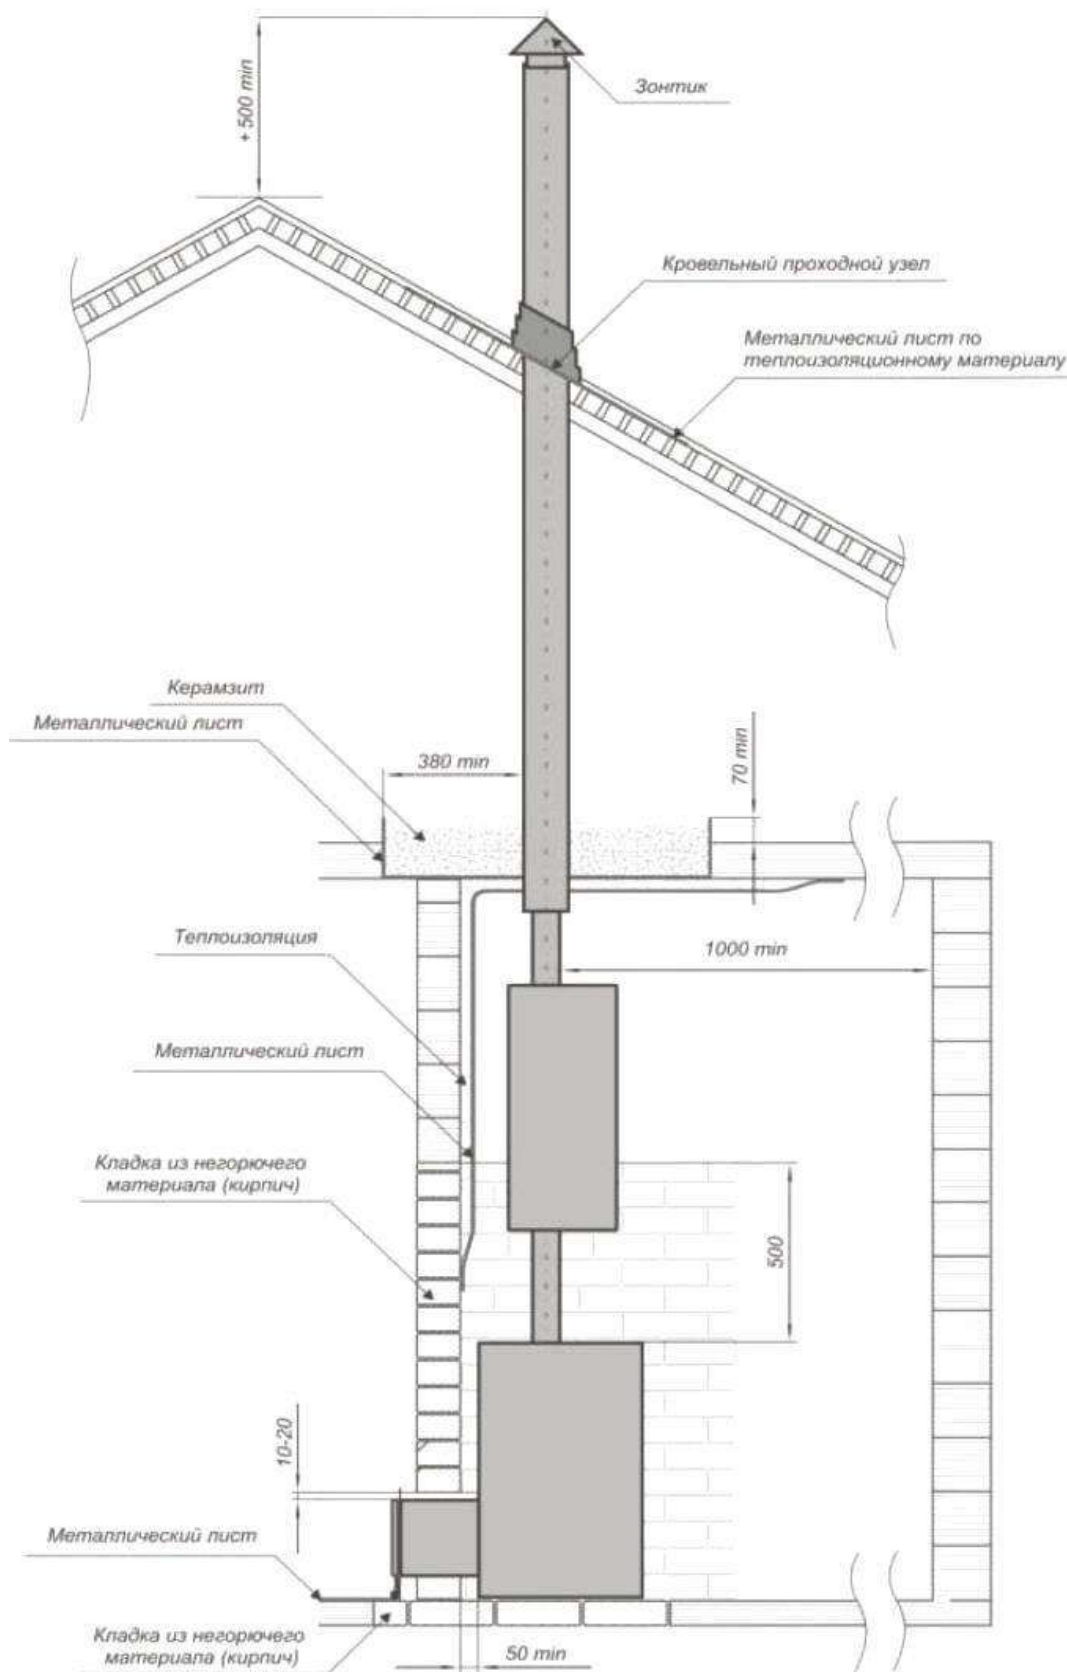

Рисунок 5: Установка банной печи («Анютка», «Анютка XXL»)
**Кирпичная кладка («Анютка», «Анютка XXL»):** оставьте между стенами и печью расстояние 50мм так, чтобы воздух мог циркулировать за печью и сбоку. Если печь установлена в нише стены, оставьте между ней и боковыми стенами расстояние 250 мм и 250 мм позади неё. Высота кирпичной кладки минимум 500мм (рисунок 5).